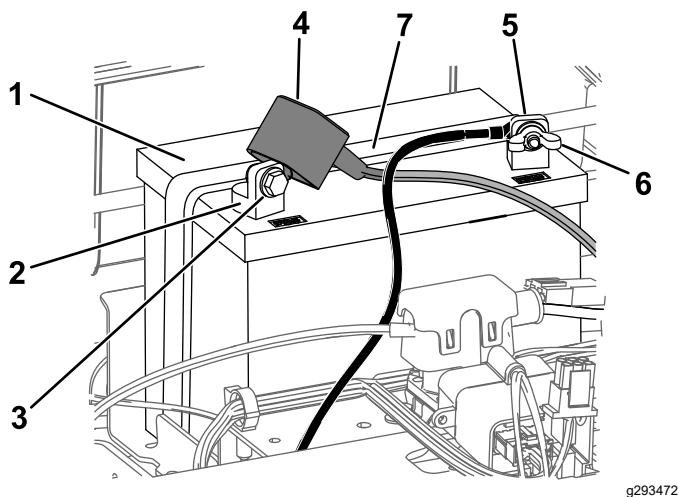

Figura 49
4. Deconectați cablul negativ (negru) de legare la masă de la suportul bateriei (Figura 49).
6. Deconectai cablul pozitiv (rou) de la borna bateriei (Figura 49).
7. Scoatei elementul de fixare a bateriei (Figura 49) și ridicai bateria din compartimentul său.
1. Amplasai bateria în compartimentul său (Figura 49).
5. Fixezi bateria cu elementul de fixare (Figura 49).